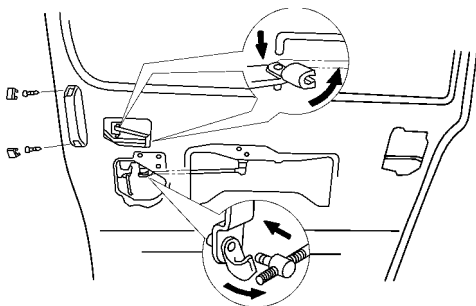

图 17-59 安装开门控制杆
(1) 安装滑动车门锁。
(2) 安装车门锁遥控件。通过辅助孔安放好车门锁遥控件，装上 4 个螺栓，连接上接插件。
(3) 安装门外把手。装上两个螺栓和把手，再将控制杆连接到门外把手上。
(4) 安装开门控制杆，如图 17-59 所示。